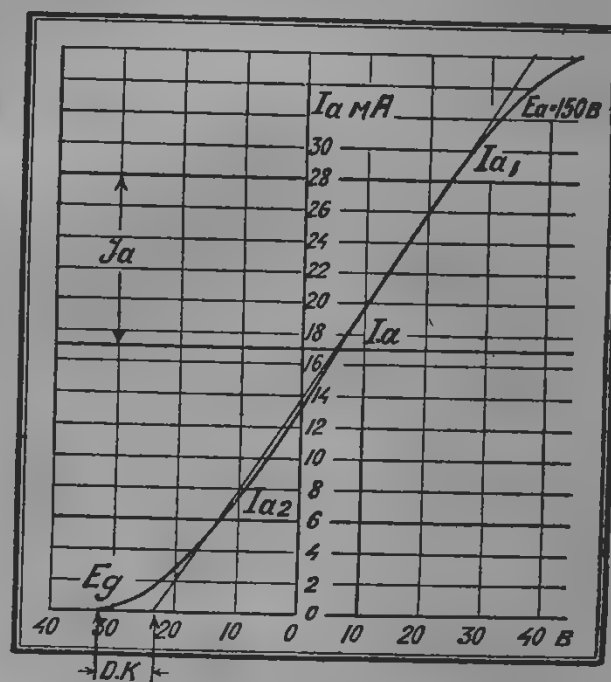

Рис. 1.  $I_{a1}$  — наибольшее значение неискаженного тока.
$K$  легко можно получить из ламповой характеристики (см. рис. 1 и 2)  $[R]$  которое входит также и в уравнение (1) обозначает абсолютное значение всех сопротивлений цепи лампы. В специальном случае индуктивного громкоговорителя уравнение (3) напишется в таком виде: